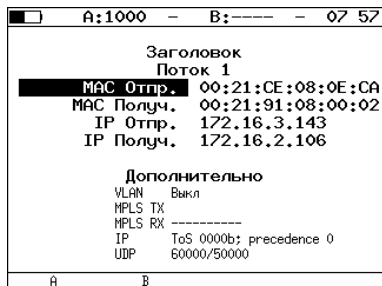

Рис. 7.38. Экран «Заголовок»
5. На локальном приборе перейти в меню «Беркут-ЕТ. Измерения» ⇒ «Сложный трафик» ⇒ «Настройки» ⇒ «Заголовок» (см. рис. 7.38). Выбрать: